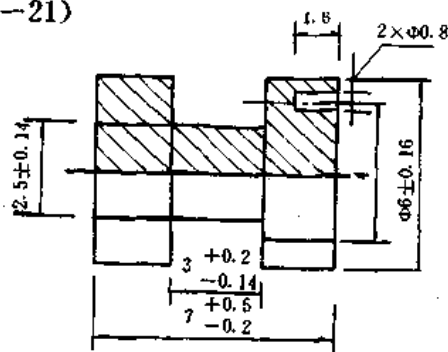

图48-22
#### (2) 16×8 立式电感磁芯结构与规格图(图48-22)